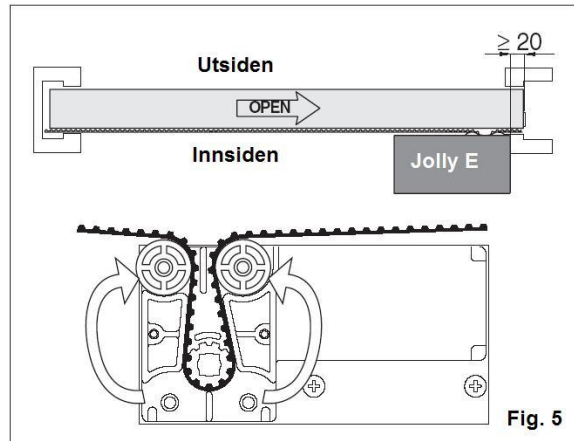

Fig. 5
5.1 Installer automatikken med tanke på dørens slagretning (Fig. 4 for venstredør- Fig. 5 for høyredør).